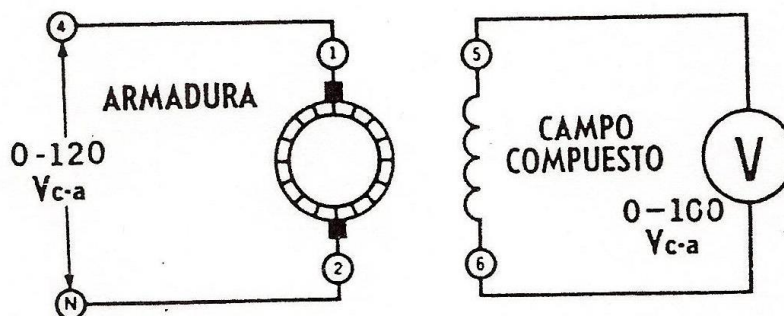

Figura 1
5. A continuación determinará la posición neutra de las escobillas del motor, utilizando corriente alterna. Conecte el circuito que aparece en la figura 1, utilizando los módulos EMS de la fuente de alimentación, medición de c-a y motor. Las terminales 4 y N de la fuente de alimentación proporcionan los 0-120 Vc-a variables conforme se haga girar la perilla de control de la salida de voltaje.